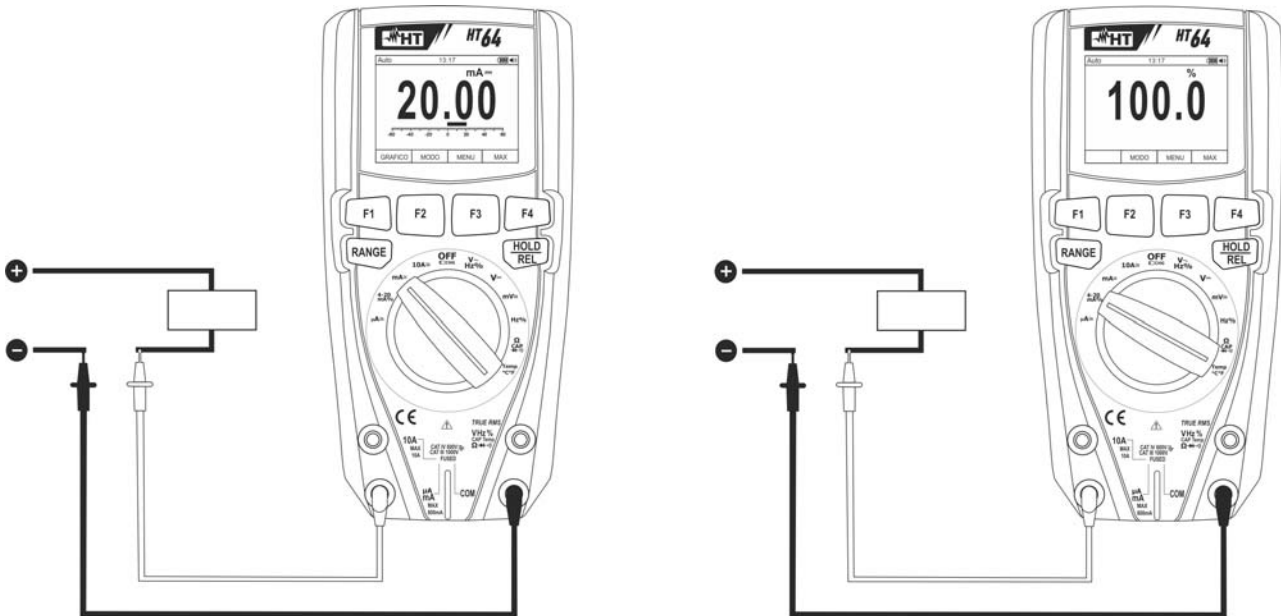

Fig. 29: Uso del instrumento para medida de Corriente CC y lectura 4-20mA%
4. Conecte la punta roja y la punta negra en serie al circuito del que se quiere medir la corriente respetando la polaridad y el sentido de la corriente (vea Fig. 29)
6. El valor de la corriente CC (vea Fig. 29 – parte izquierda) se muestra en pantalla
7. El valor de la lectura 4-20mA% (0mA = -25%, 4mA = 0%, 20mA = 100% y 24mA = 125%) (vea Fig. 29 – parte derecha) se muestra en pantalla. La barra gráfica no está activa en esta función
9. La visualización del símbolo "-" en la pantalla del instrumento indica que la corriente tiene sentido opuesto respecto a la conexión de Fig. 29